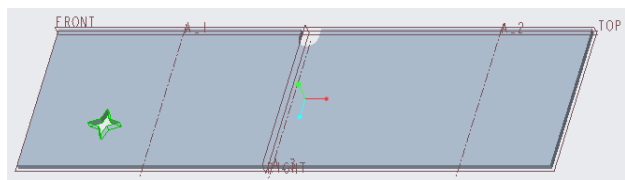

图 1-302 完成放置冲孔
(8) 在“用户定义的特征放置”对话框中单击  (应用) 按钮，创建的冲孔如图 1-302 所示。